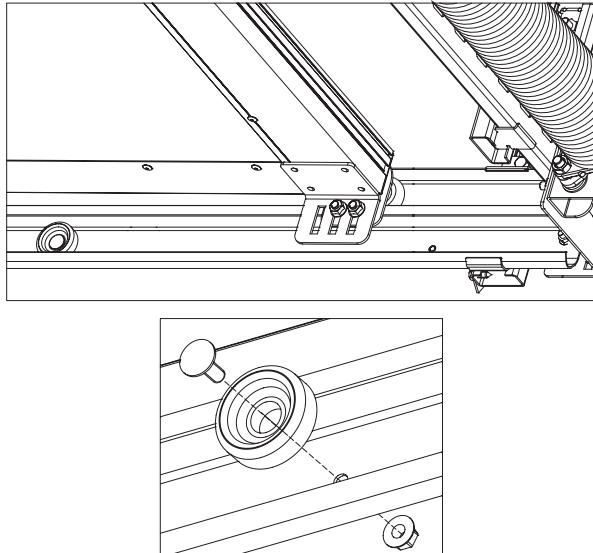

Рис. 45
- установить демпфер и закрепить его при помощи болта M6×16 с полукруглой головкой и гайки (рис. 45). Демпферы устанавливаются на левой и правой направляющих.